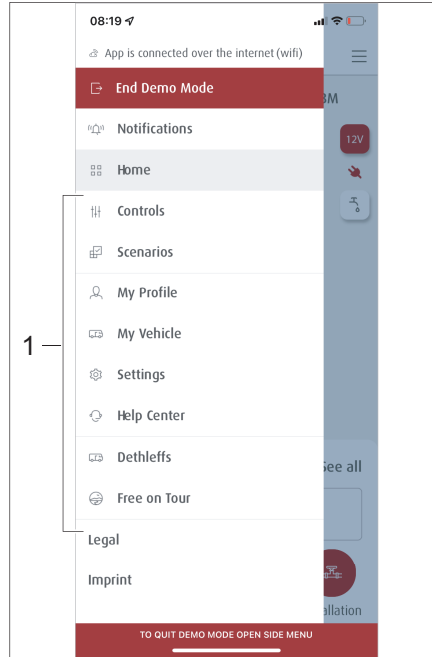
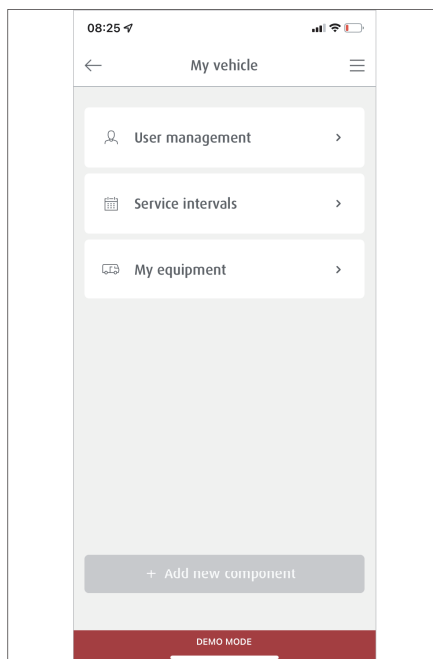

Fig. 280 Submenús
Fig. 285 Submenú Mi vehículo
- Presionar en el área de menú en el símbolo ☰. Se muestran los submenús (Fig. 280,1).
- Presionar en el área de menú *Escenarios* (Fig. 280,1).
- Seleccionar en los submenús (Fig. 280,1) el menú *Manejo*.
- Seleccionar en los submenús (Fig. 280,1) el menú *Mi vehículo*. En el submenú *Mi vehículo* (Fig. 285) se puede configurar el acceso de invitados, programar citas de servicio e ingresar el equipamiento del vehículo.